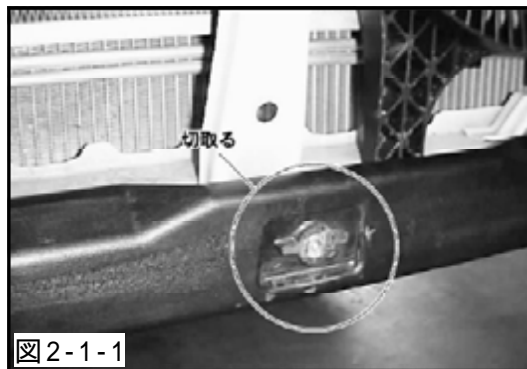

図2-1-1
- (2) 純正リサーキュレーションチューブの取付けボスを切取ってください。(図2-1-1)